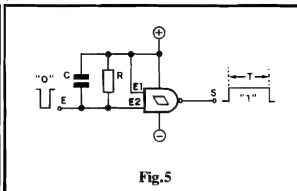

Fig. 5
**FIG. 5 - UM MONO-ESTÁVEL COM GATE SCHMITT TRIGGER** - Relembremos por um momento a "Aula anterior, quando mostramos estruturas MONO-ESTÁVEIS "feitas" com **GATES NOR** e **NAND** (fig. 11 da "Aula" 22 em APE nº 57), auxiliados
por um Resistor e um CAPACITOR, estes determinadores das constantes de tempo, responsáveis pela momentânea "retenção da memória do estado"... Com a função **Schmitt Trigger** é possível obter-se idêntico comportamento, a partir de **um único gate** (e não mais **dois**, como nos citados exemplos da "Lição" anterior...), com óbvia "economia" circuital... Analisemos a estrutura do MONO-ESTÁVEL com S.T. (fig. 5): uma das duas Entradas disponíveis (no caso de **gate NAND** de 2 Entradas, como o 1/4 do 4093 usado no exemplo...) é mantida permanentemente em "1" (E1, ligada ao **positivo** da alimentação...), de modo que a Saída S mostrará **sempre** um estado **inverso** ao "visto" pela **outra** Entrada (E2), conforme garante a Tabela Verdade dos **gates NAND**... Em repouso, a Entrada de controle, E2, é mantida "alta" através do resistor R, ficando assim a Saída S "baixa", também no "repouso"... Contudo, ao aplicarmos à Entrada Geral de controle (E), um breve pulso "0" ou "baixo", desfecham-se vários eventos interessantes: como a placa "de cima" do capacitor C estava **positiva**, a aplicação de um nível "0" (**negativo**) à sua placa inferior, faz com que o dito capacitor quase que imediatamente se carregue. Com isso, a Entrada E2 passa a receber o citado nível "0" ou "baixo" (a Saída "sobe" para "1"...). Tal situação